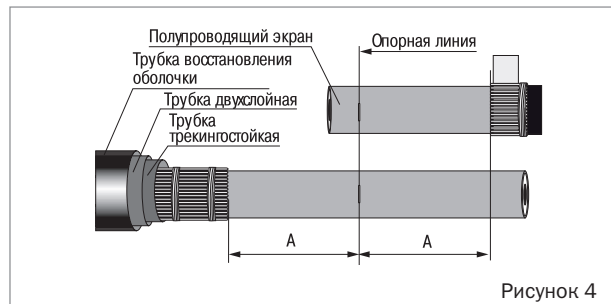

Рисунок 4
- Обмотать поверхность оболочки одного из соединяемых кабелей полиэтиленовой пленкой от упаковки (на рисунке не показана), надеть вложенные друг в друга трубку восстановления оболочки, двуслойную трубку черно-красного цвета, трекинговую трубку красного цвета и сдвинуть вдоль кабеля за проволоки экрана на время монтажа (рисунок 4).